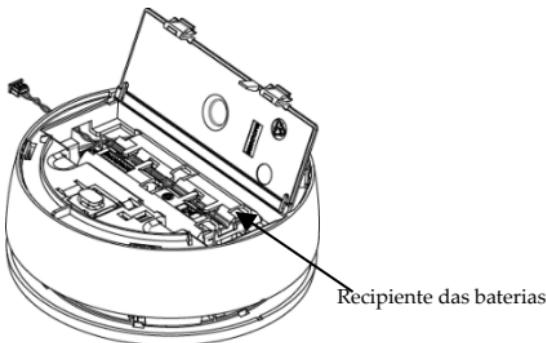

Figura 8
- Abra a tampa do compartimento das baterias (*ver Figura 8*).